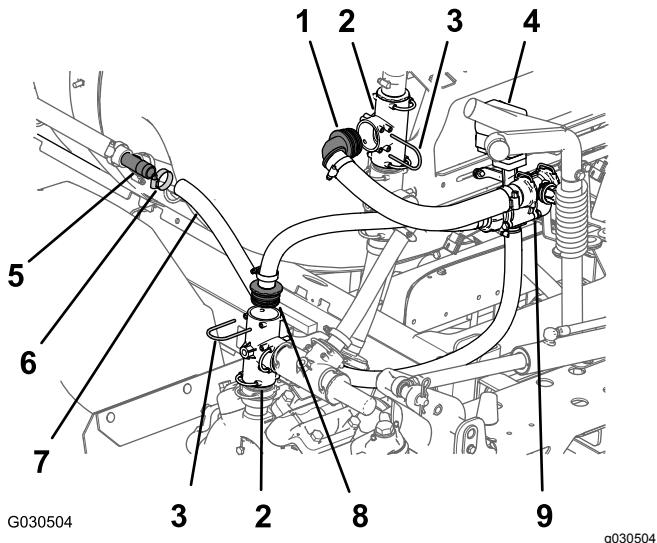

Figura 66
2. A la izquierda del depósito del fumigador (junto al guardabarros trasero), retire la abrazadera y la manguera (diámetro interno de 1") en el acoplamiento en T dentado de la boquilla de agitación situada en el punto más trasero (Figura 66).
3. En el orificio de salida de la bomba del fumigador, retire la horquilla de retención y el adaptador recto del acoplamiento en T montado verticalmente, tal y como se muestra en la Figura 66.
4. A la izquierda del soporte del distribuidor, retire la horquilla de retención y el adaptador de 90° del acoplamiento en T superior montado verticalmente, tal y como se muestra en la Figura 66.